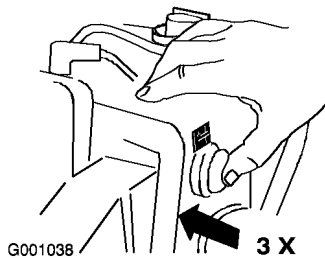

Bild 23
6. Drücken Sie die Kaltstarthilfe kräftig dreimal mit dem Daumen, halten Sie die Kaltstarthilfe jeweils für eine Sekunde gedrückt (Bild 23).